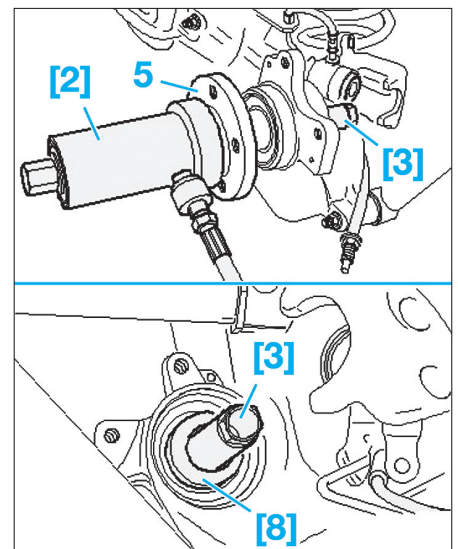

Fig. 39
- le moyeu de roue (5) et le cylindre à piston creux [2] avec le pivot tirant sur le roulement de roue (Fig.39).